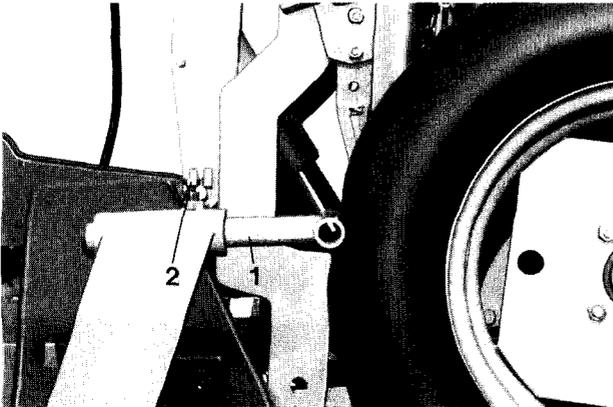

Fig. 24
- k) Nach dem Anheben einer Drillmaschine werden die Stützrohre (Fig. 21/17 und Fig. 24/1) gegen die Reifen geschoben und nach dem Absenken der Maschine um weitere 3 cm aus der Seitenstütze gezogen und mit einer Schraube mit Kontermutter (Fig. 24/2) festgeklemmt.
Fig. 24 zeigt die Lage des Reifens der Drillmaschine am Stützrohr des Rahmens.